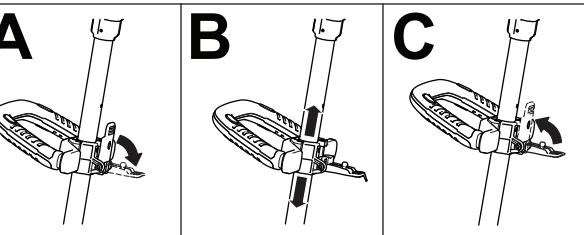

Figura 14
- Rilasciate il fermo dell'impugnatura ausiliaria (A di Figura 14).
- Fate scorrere verso l'alto o il basso l'impugnatura ausiliaria all'altezza desiderata (B di Figura 14).
- Chiudete il fermo dell'impugnatura ausiliaria per fissare l'impugnatura ausiliaria in posizione (C di Figura 14).